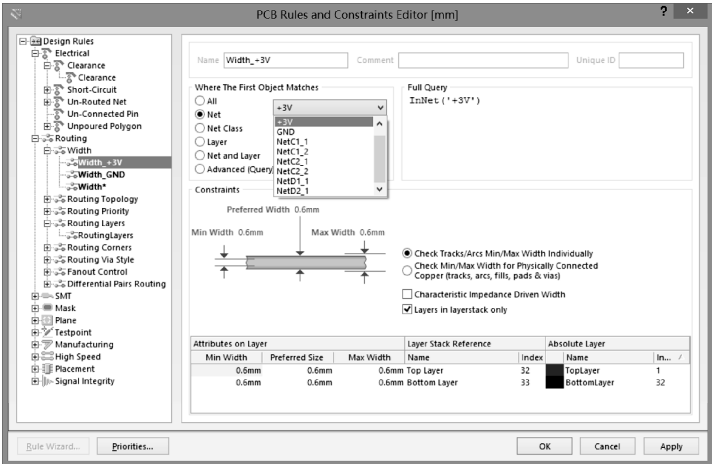

图 7-2-27 设置+3V 电源线线宽规则
③ 同样, 重复新建线宽规则 Width_1, 将其改命名为 Width_+3V, 将+3V 网络电源线的宽度设置 0.6mm, 如图 7-2-27 所示。